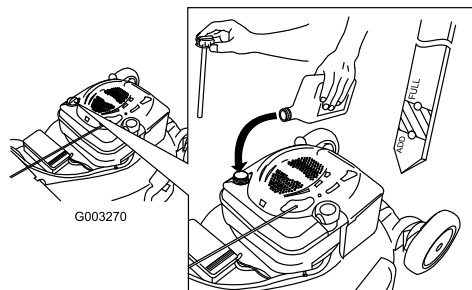

Figura 7
1. Togliete l'asta di livello (Figura 7).
2. Versate **lentamente** l'olio nel tubo di riempimento finché non raggiunge il segno di pieno sull'asta (Figura 7). **Non riempite troppo.** (Riempimento massimo: 0,59 litri, tipo: olio detergente SAE 30)